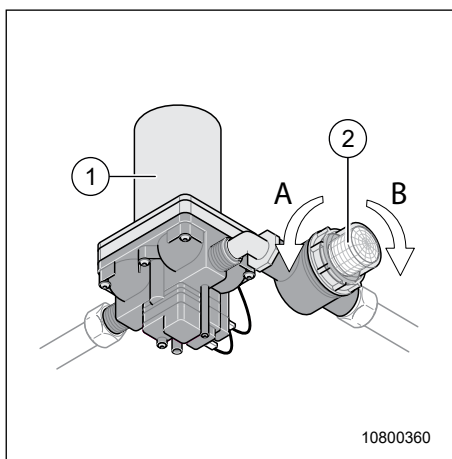

Fig. 142 Pompe refoulante
- Si lors de la première mise en service de la pompe refoulante (Fig. 142, pos. 1), le réservoir d'eau fraîche n'est pas nettoyé, des copeaux résiduels provenant de la production peuvent détériorer la pompe (Fig. 142, pos. 1).
Le camping-car est équipé d'un système d'alimentation en eau sous pression. La pompe refoulante (Fig. 142, pos. 1) se trouve dans le garage du côté gauche du véhicule, derrière un recouvrement.
Le préfiltre (Fig. 142, pos. 2) protège la pompe refoulante et le circuit hydraulique contre les impuretés et retient les matières en suspension. Le tamis métallique à fines mailles est inoxydable. L'encrassement du préfiltre (Fig. 142, pos. 2) est rapidement visible à travers le couvercle transparent.
Visser le couvercle du préfiltre (Fig. 142, pos. 2) uniquement à la main.
2. Tourner le couvercle du préfiltre (Fig. 142, pos. 2) dans la direction (A) et le retirer. (fermeture à baïonnette).
5. Nettoyer le préfiltre (Fig. 142, pos. 2) et le tamis métallique.
6. Placer le couvercle du préfiltre (Fig. 142, pos. 2) et le tourner dans la direction (B) jusqu'à ce qu'il soit bien en place.
- En cas de chute de pression aux points de prélèvement d'eau, contrôler si le préfiltre (Fig. 142, pos. 2) est souillé.